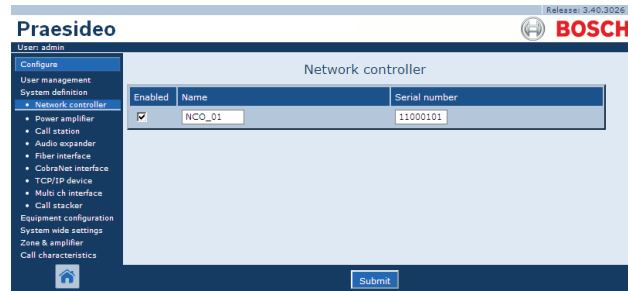

Abbildung 42.3: Netzwerkcontroller anmelden, Schritt 1
- 1 Gehen Sie zu *Configure > System definition > Network controller*. Im Main Frame der webbasierten Benutzeroberfläche wird ein Bildschirm angezeigt, der dem in Abbildung 42.3 gleicht.